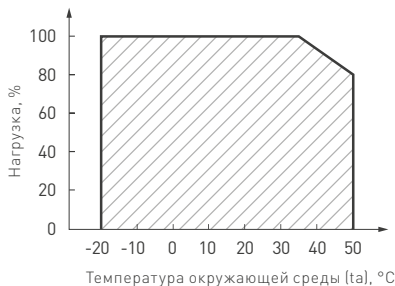

Рис. 2. Максимальная допустимая нагрузка, % от мощности источника.
- 4.3. Не нагружайте источник питания более 80 % от его максимальной мощности. Учитывайте, что с повышением температуры окружающей среды, максимальная мощность источника питания снижается, см. график зависимости на Рис. 2.